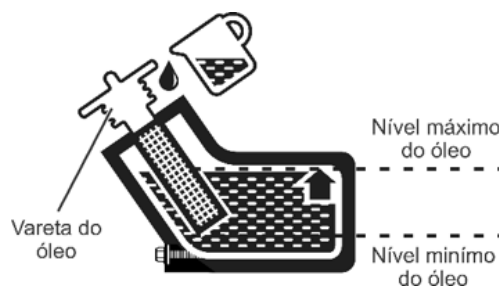

Fig. 10 – Nível do óleo do cárter
4. Após a drenagem, recoloque o dreno (G) e aperte firmemente para evitar vazamentos.
6. Reinstale a vareta (F) e verifique se o nível está correto, conforme o procedimento da fig.10 do item, 6.2.1 deste manual.